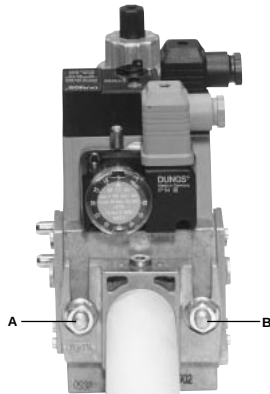
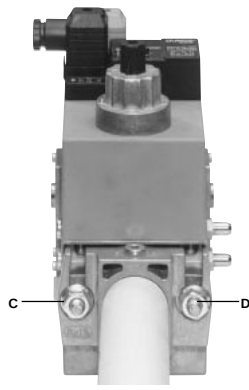

Fig. 4
Fig. 5
3. apretar los tornillos A, B, C y D (Fig. 4 - Fig. 5), respetando las posiciones de montaje (Fig. 7);